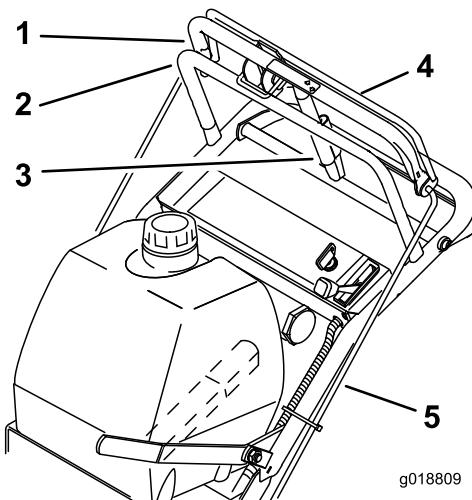

Figura 18
- Compruebe el espacio entre la barra de control superior y la barra fija con la transmisión de las ruedas totalmente engranada. La distancia debe ser de 25 mm a 32 mm (1" – 1¼") aproximadamente, como se muestra en la Figura 18.